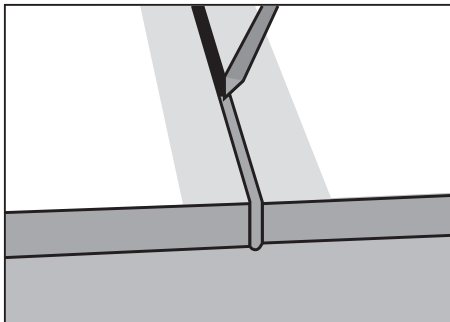

Abb. 2
6. In den Zwischenraum muss ein passender 2-Komponenten-Kleber aufgetragen werden. Verwenden Sie nur den Original-Core-Kleber. **Die ersten 3 cm des Klebers können nicht verwendet werden.** (Abb. 2)